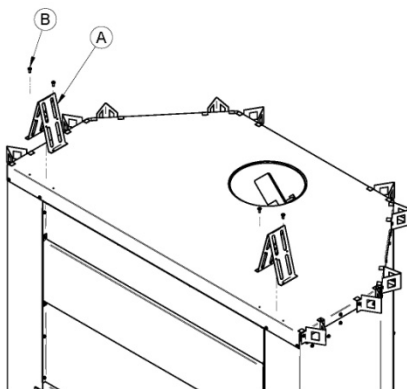

Figure 5
2. Alignez les trous des cales d'espacement (**A**) avec les trous pré-perçés sur le dessus du foyer et les sécurisé avec les 4 vis (**B**), illustré à la **Figure 5**: